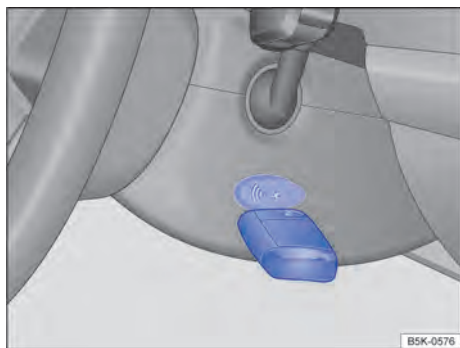

Fig. 96 A la derecha en la columna de dirección: función de arranque de emergencia en vehículos con sistema de bloqueo y de arranque Keyless Access sin llave.
- Mantener la llave del vehículo directamente después de presionar el botón de arranque a la derecha de la columna de dirección → **fig. 96**.